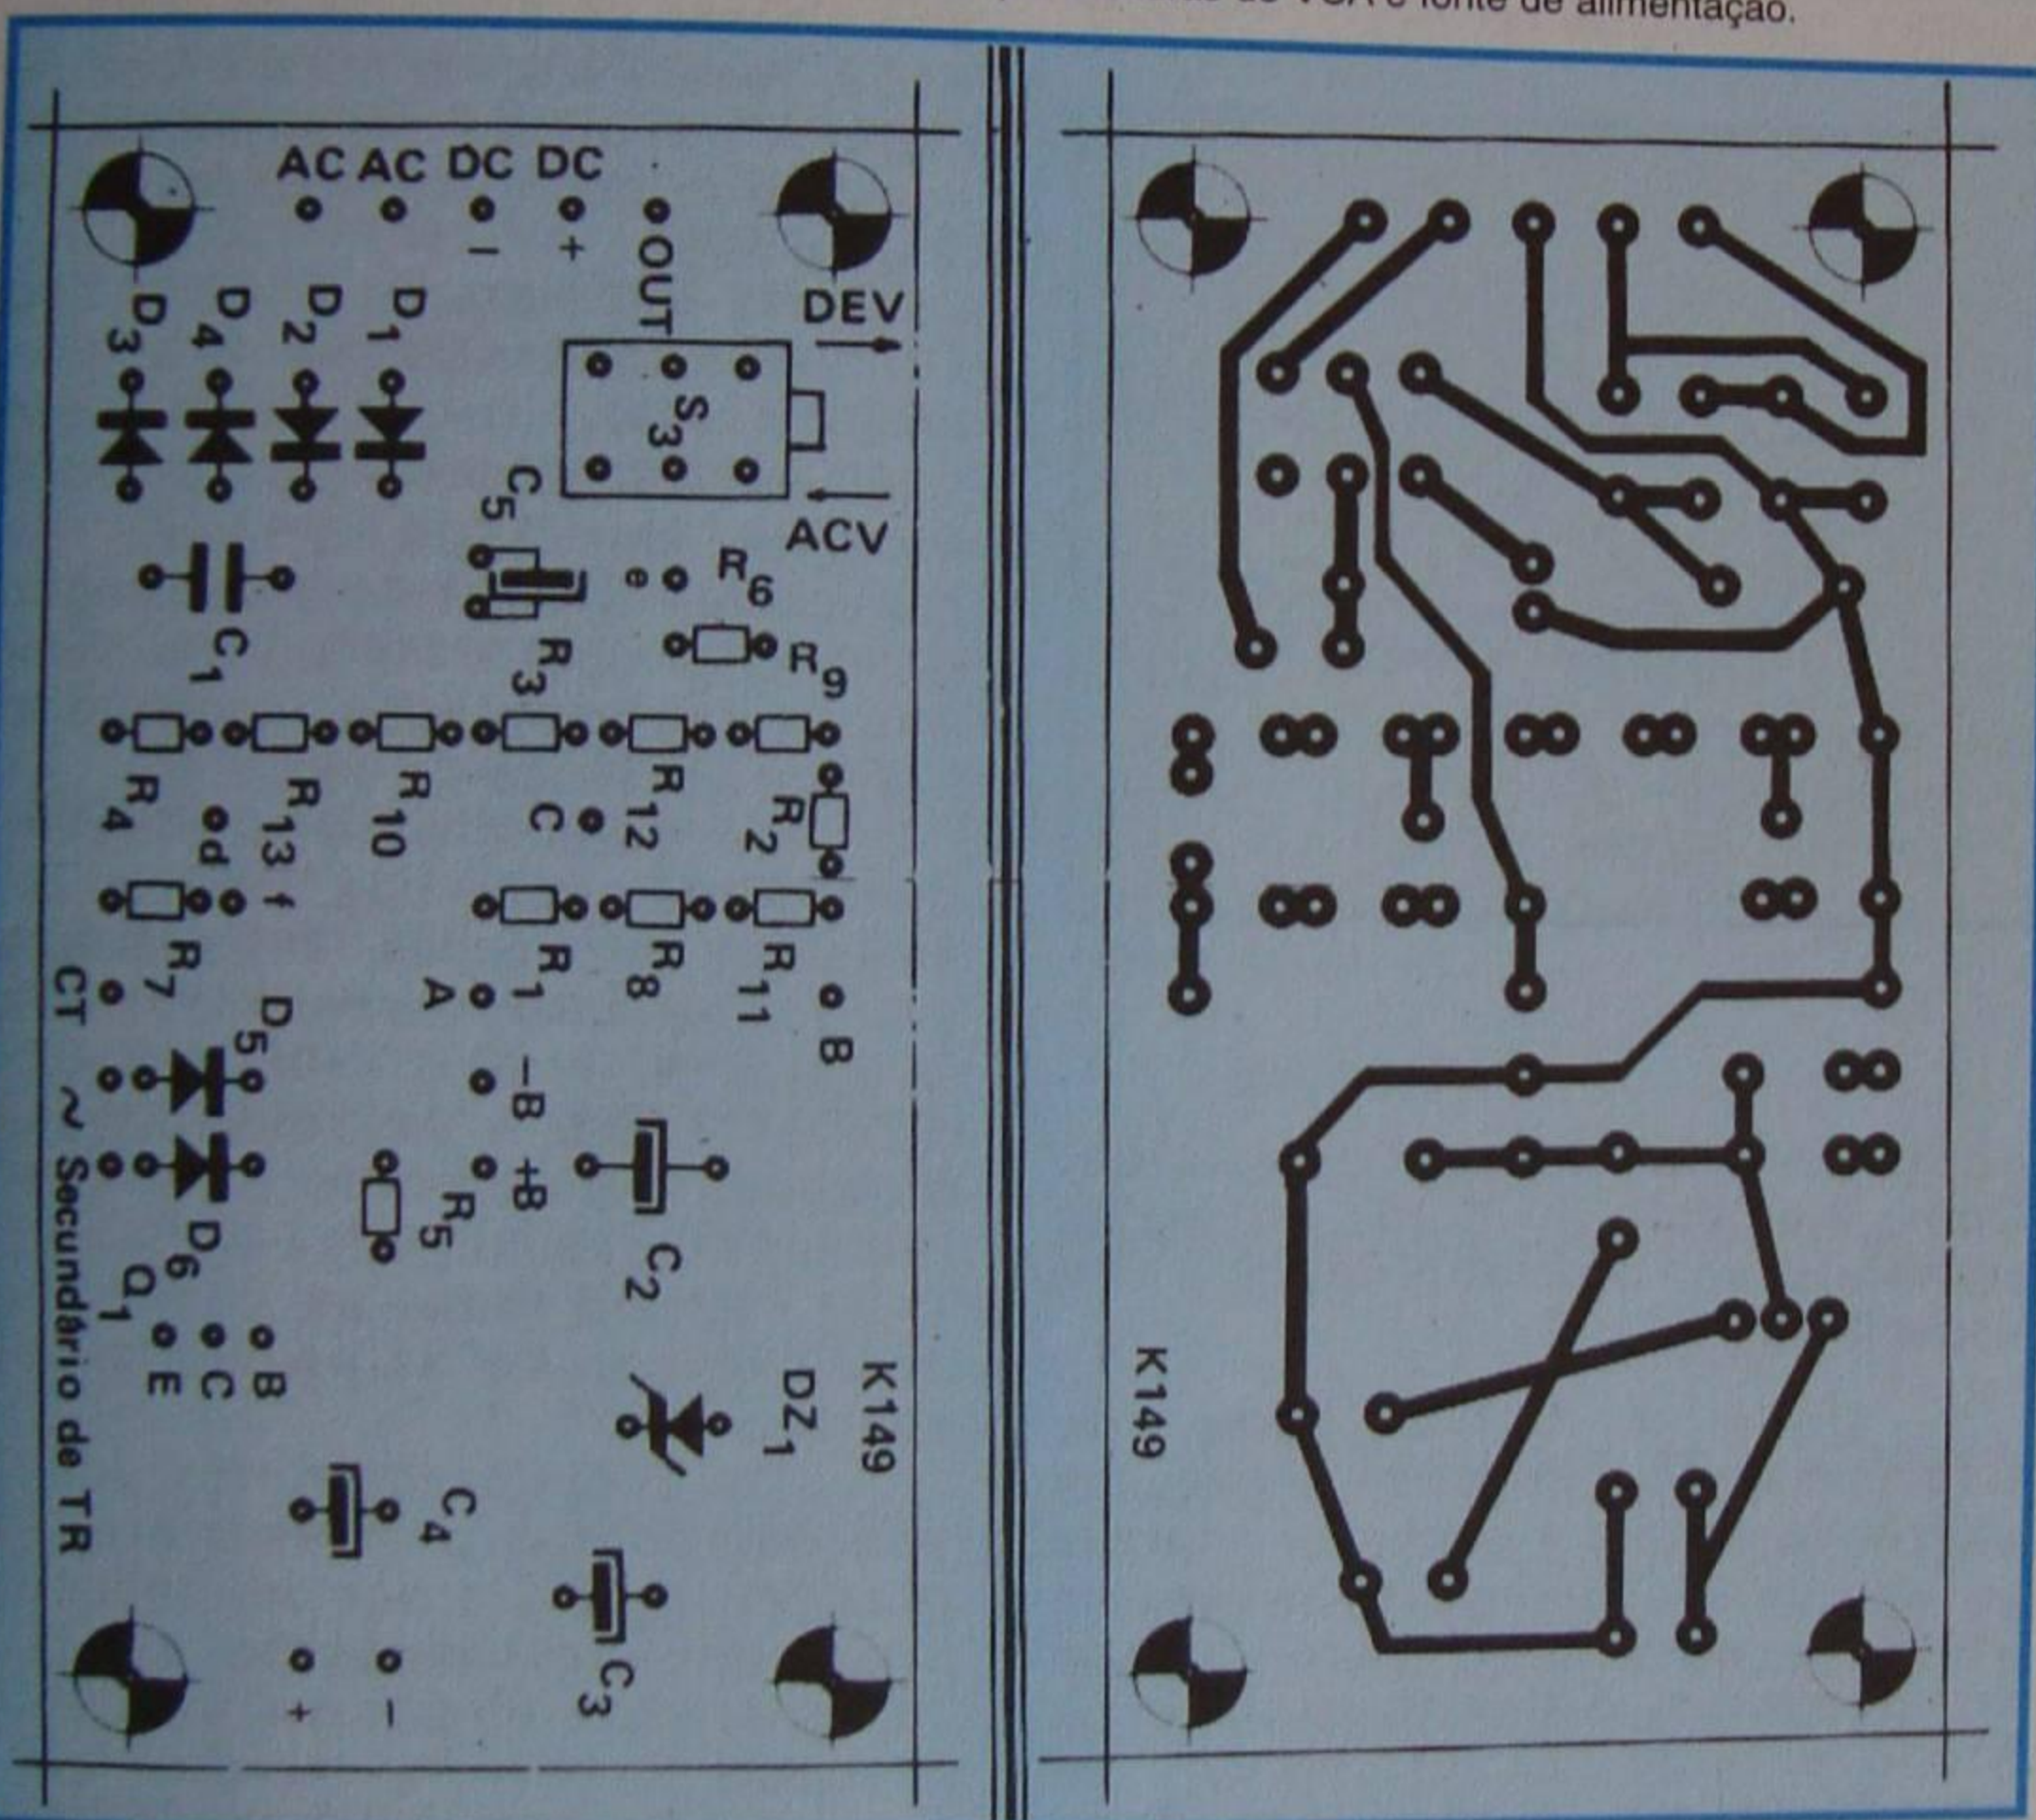

Figura 27 - Lay-out de placa para o divisor de tensões AC/DC com fonte de alimentação.
Na **figura 27**, sugerimos um
- O ponto indicado por "+" na placa da figura 27 deverá ser conectado à placa do módulo conversor A/D no ponto também indicado por "+".
- O ponto indicado por "out" na placa da figura 27 deverá ser interligado no ponto "in+", presente na placa do módulo conversor A/D.
- No ponto indicado por "+B" na placa da figura 27 conecte o fio vermelho do clip para baterias.
- No ponto indicado por "-B" na placa da figura 27 conecte o fio preto do clip para baterias.